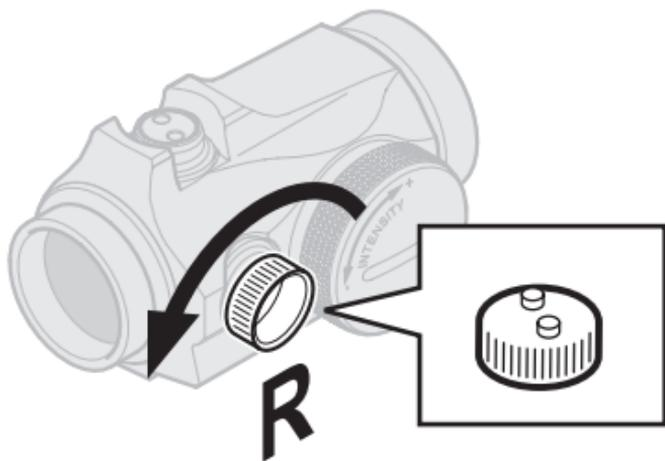
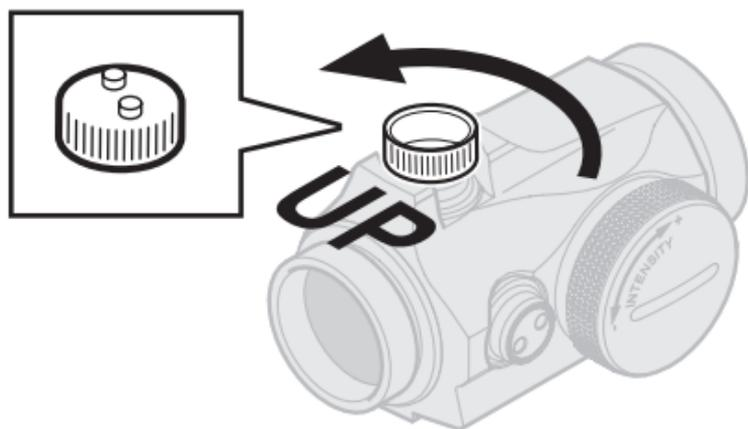

Fig. 4  2.3
Fig. 5  2.3
- a Снимите крышки для линз (11) и (12).
- b Поверните поворотный переключатель (8) по часовой стрелке до положения, при котором прицельная точка будет достаточно хорошо видна на фоне мишени.
- c Чтобы воспользоваться винтом вертикальной (4) и горизонтальной (5) регулировки, снимите колпак регулировочного механизма (2) и колпак (3).
(2) или ключ (13А). Установите выступы колпака регулировочного механизма (2) в углубления регулировочных винтов (4) и (5).
**е** Горизонтальная регулировка (см. рис. 4)
- Чтобы сдвинуть точку попадания вправо, проверните винт горизонтальной регулировки (5) против часовой стрелки.
- Чтобы сдвинуть точку попадания влево, проверните винт горизонтальной регулировки (5) по часовой стрелке.
**ф** Вертикальная регулировка (см. рис. 5)
- Чтобы сдвинуть точку попадания вверх, проверните винт вертикальной регулировки (4) против часовой стрелки.
- Чтобы сдвинуть точку попадания вниз, проверните винт вертикальной регулировки (4) по часовой стрелке.
**ПРИМЕЧАНИЕ.** Один щелчок регулировочного винта (4) или (5) соответствует передвижению точки попадания на 13 мм при расстоянии 100 м (на 3 мм при расстоянии 25 м и на 26 мм при расстоянии 200 м).